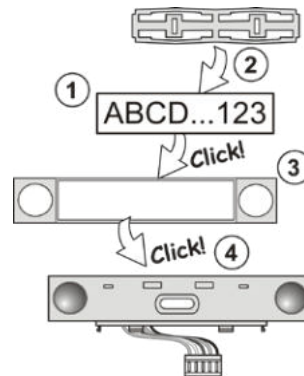

Abbildung 3: Befestigung eines Etiketts auf dem Bediensegment
- Wenn die Komponente eingeschaltet ist, beginnt die gelbe hintergrundbeleuchtete Aktivierungstaste (3) wiederholt zu blinken und zeigt damit an, dass das Modul noch nicht beim System angemeldet ist.
- Drücken Sie die hintergrundbeleuchtete Aktivierungstaste (3) über dem LCD-Display - das Modul wird dadurch angemeldet und die gelbe LED erlischt.
- Wenn Sie die Installation abgeschlossen haben, kleben Sie beschreibende Etiketten auf die transparenten Abdeckungen der Segmente und schließen Sie sie, siehe Abbildung 3. Der Etikettendruck ist ein Teil von F-Link (Registerkarte **Komponentenliste**, an der Modulposition – **Interne Einstellungen**).